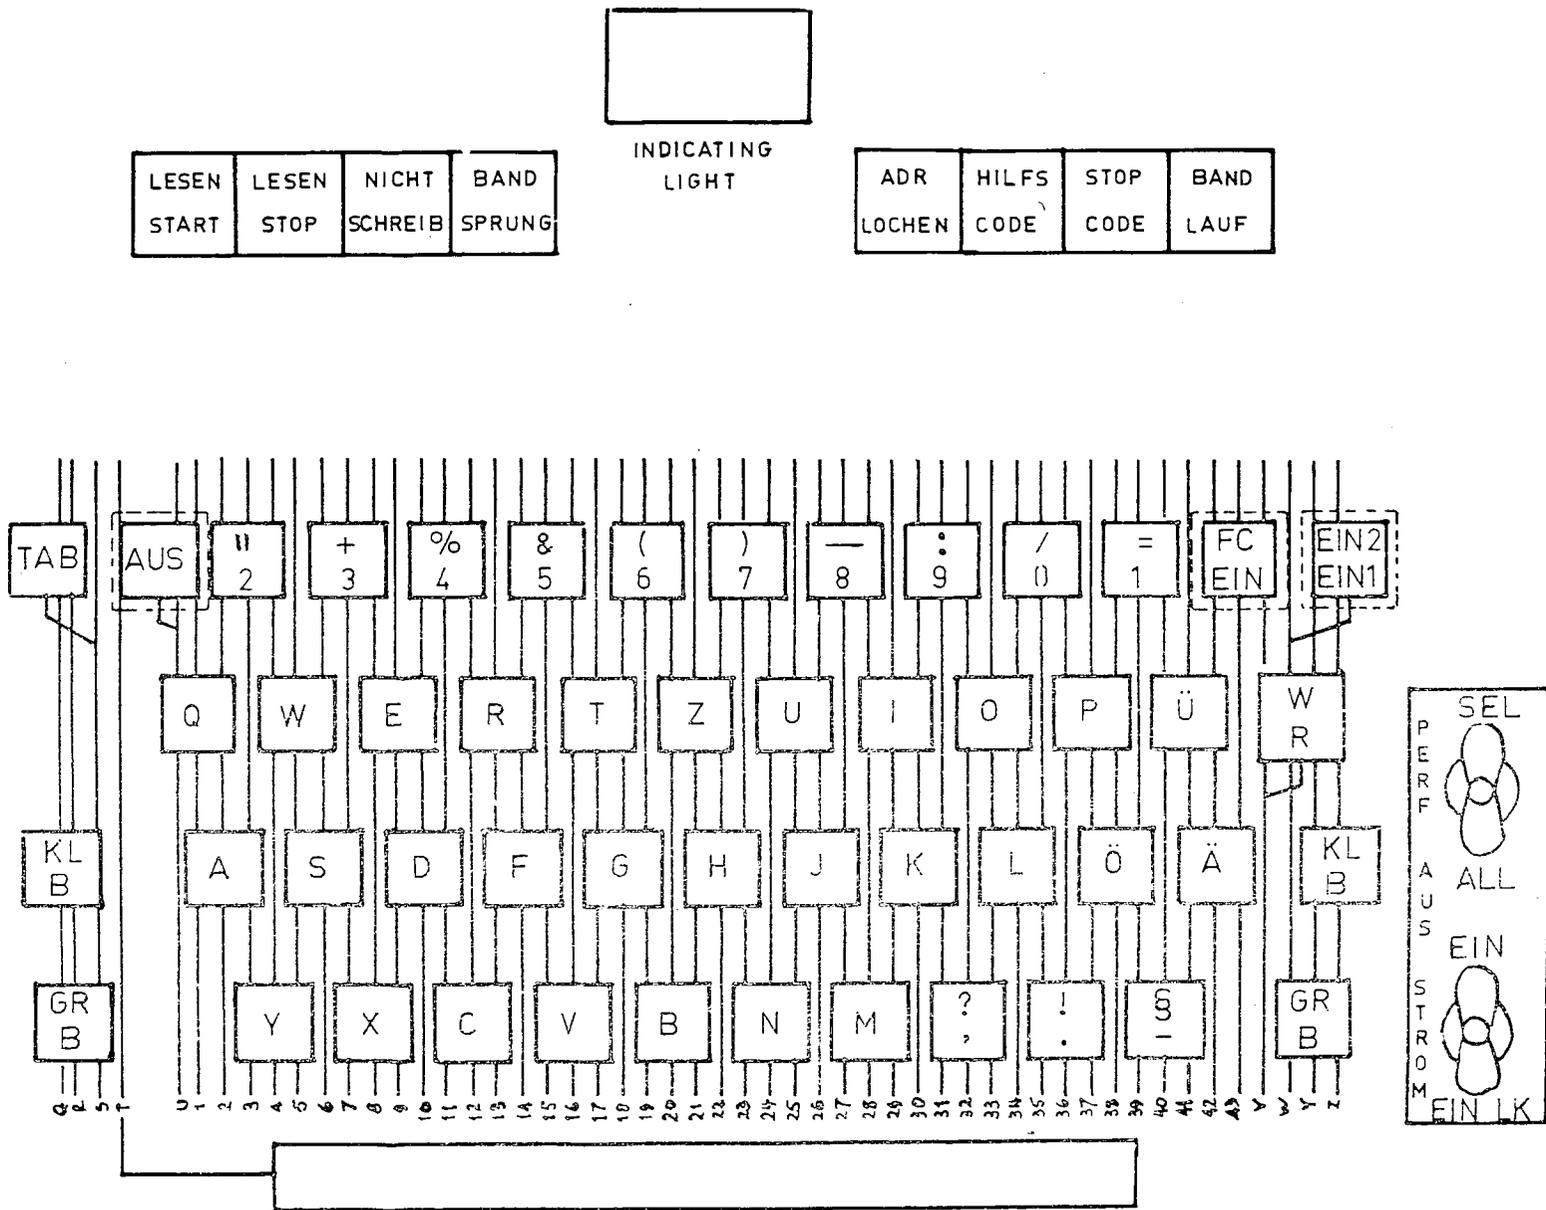

Abb. 6
- c Die linken Stirntasten sind mit dem Leser verbunden. Ihnen sind keine Lochkombinationen zugeordnet. Die rechten Stirntasten sind mit dem Locher verbunden. Ihnen sind Lochkombinationen zugeordnet, die teilweise nur in Verbindung mit Tasten des Tastenfeldes wirksam werden. Diese Lochkombinationen werden nicht abgelocht (siehe Abb. 6).